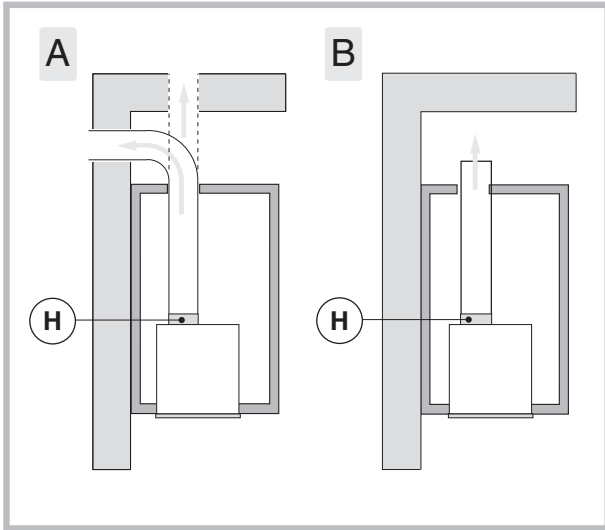

Fig.1
2. выбор версии (всасывание рис. 1А или фильтрация рис. 1В).
соединенной с фланцем **H** (рис. 1В).